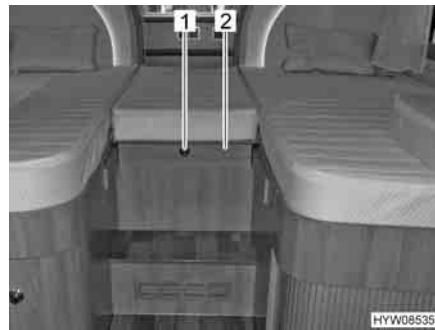

Fig. 87 Letti singoli in coda
- Premere il bottone automatico (Fig. 87,1) e aprire il diaframma (Fig. 87,2).